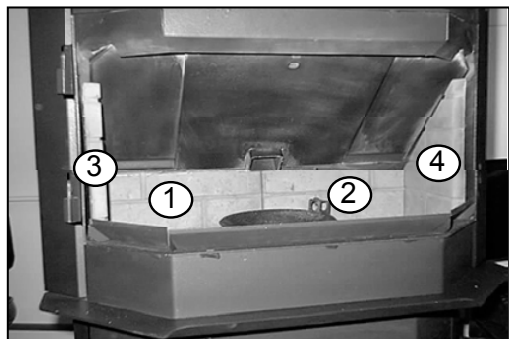

Figure 21.3
6. Ensemble de briques complet, correctement installé. **Figure 21.3.**